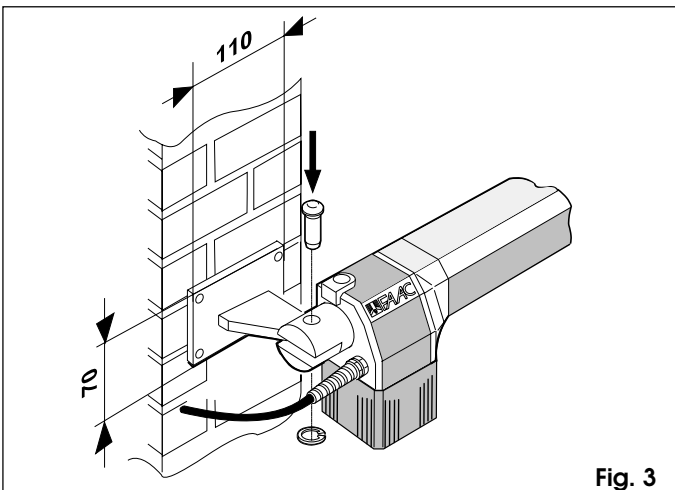

Fig. 3
Si la columna está hecha en mampostería, empotre primero una placa (fig. 3) y luego suelde en ella el elemento de fijación.
- 2) Fije el operador al elemento de fijación posterior, mediante los tornillos de la dotación (fig. 3).